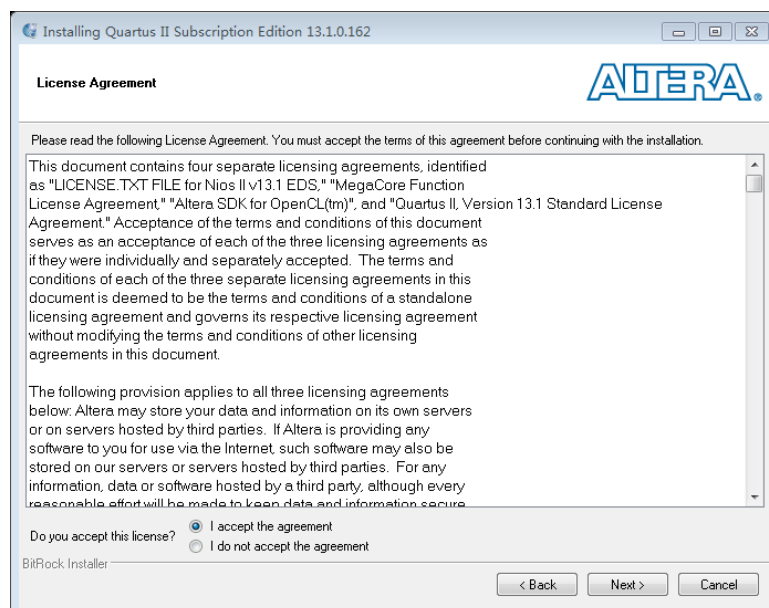

图 1-2 安装 Quartus II 13.1 向导第 2 个页面
2. 点击 Next 按钮，选择接受协议，如图 1-2 所示。